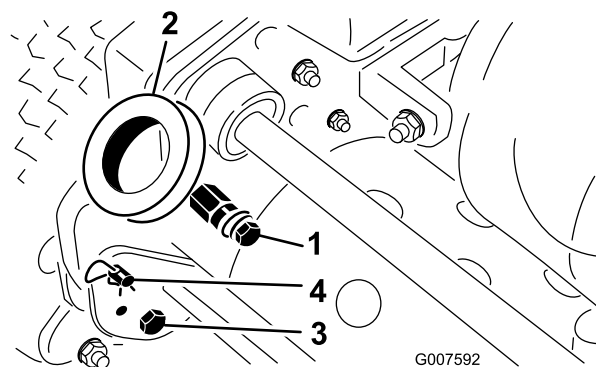

Figura 2
1. Retire los pernos y las contratuercas que sujetan la parte inferior de los brazos del manillar a cada lado del cortacésped (Figura 2).
2. Retire los pasadores de horquilla y los pasadores de anilla que fijan los brazos del manillar a la parte de atrás del bastidor (Figura 2).
- Introduzca los extremos del manillar por los taladros de los brazos del manillar y alinee los taladros con los pasadores de montaje (Figura 2).
- Retire los pasadores de horquilla de los pasadores de anilla en cada lado del cortacésped (Figura 2).
- Sujetando el manillar, retire los pasadores de anilla de cada lado y suba o baje el manillar a la posición de operación deseada (Figura 2).